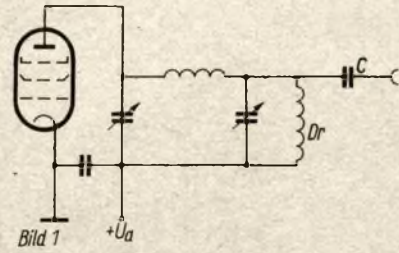

Bild 1: Serienschaltung von D_r und C
Die PA-Drossel D_r in Verbindung mit dem hochspannungsfesten Keramik-kondensator C dient der Fernhaltung der Anodengleichspannung der PA-Röhre vom Antennenausgang, wie es Afu-Ordnung in § 17 (2) verlangt. Die Schaltung von D_r und C kann in Serienschaltung, Bild 1, und in Parallelschaltung, Bild 2, erfolgen.
die Oszillatorstufe, um deren Frequenz stabil zu gestalten. Meistens werden hierzu Pentodenstufen im A-Betrieb verwendet. Die im Bild 1 dargestellte Schaltung verwendet jedoch eine Doppeltriode ECC 85. Das erste System arbeitet als Anodenbasisstufe. Auf Grund ihrer 100%igen Gegenkopplung über den Katodenwiderstand weist sie einen sehr großen Eingangswiderstand auf und belastet damit den Oszillator sehr wenig. Das zweite Röhrensystem arbeitet als Gitterbasisstufe. Gitterbasisstufen zeichnen sich durch eine große Rückwirkungsfreiheit aus, da zwischen Eingangs- und Ausgangselektrode, d. h. zwischen Katode und Anode, das an Masse liegende Steuergitter liegt. Eine solche Trennstufe ist ideal geeignet für eine Anwendung im KW-Amateursender.